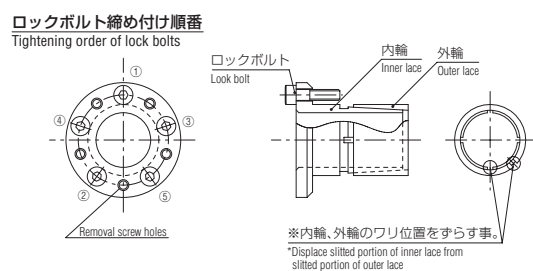

図5 Fig.5
3. ローラピニオンに締結具外輪を挿入後、軸にローラピニオン、締結具内輪の順に組み込んで下さい。このとき締結具内輪、外輪のワリ位置をずらして組み付けて下さい。(図5)
Insert the outer race of the clamping tool into the roller pinion, and then fit the roller pinion and the inner race of the clamping tool on the shaft in this order. At this time, shift the allocated positions of the inner race and outer race of the clamping tool (Fig. 5).
6. 調整後、ロックボルトを対角線の順に(図5、7)それぞれ所定トルクの約1/4にて均等に締め付け、徐々に締め付け力を増して締め付けて下さい。
After the adjustment, fasten the lock bolts diagonally (Figs. 5 and 7) and uniformly starting at 25% or so of the recommended tightening torque with gradual increase.